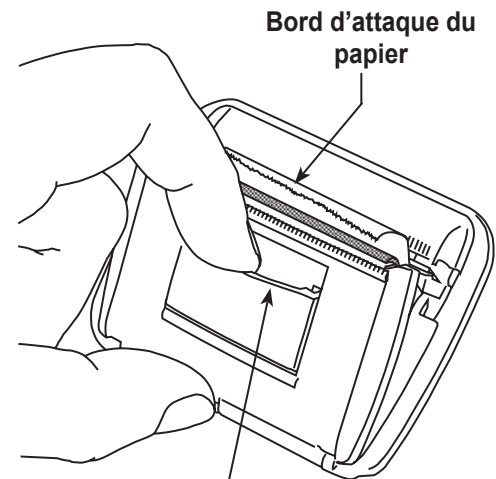

Figure 29
1. Retirez le couvercle de l'imprimante en tirant sur la languette comme indiqué sur la Figure 29.